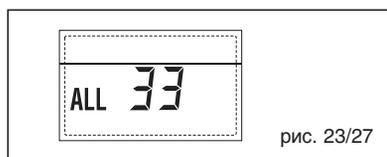

рис. 23/27
– НЕПОЛАДКА СВЯЗИ ПЛАТЫ RS-485 В КАСКАДНОМ РЕЖИМЕ “ТРЕВ. 34” (рис. 23/28)